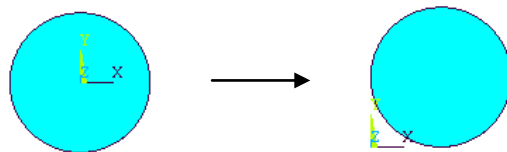

图3.79 面的移动
(3) 在【X-offset in active CS】和【Y-offset in active CS】文本框中分别输入【10】，设置面在当前活动坐标系中的移动增量。单击【OK】按钮确认。移动后的圆面如图 3.79 所示。